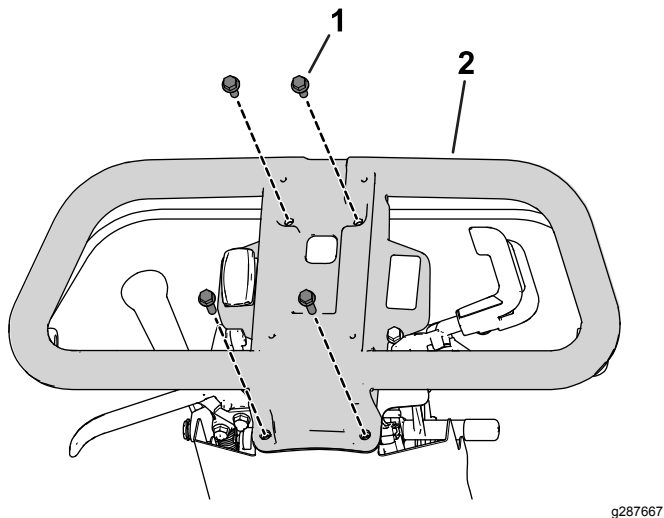

図 5
5. ハンドルをハンドルマウントに固定しているボルトとナットを外して 図 5 ハンドルを外す。
1. ステップ5 ハンドルを外す (ページ 2) で外したボルトとナットを使用してハンドルをハンドルマウントに固定する 図 5 を参照。